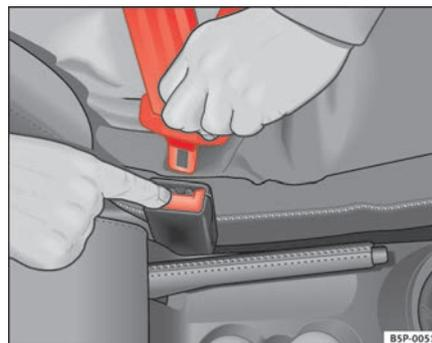

Fig. 16 Soltar a lingueta do fecho do cinto
- Premir a tecla vermelha na recepção do fecho ⇒ página 27, fig. 16. A lingueta do fecho solta-se pelo efeito duma mola ⇒ .